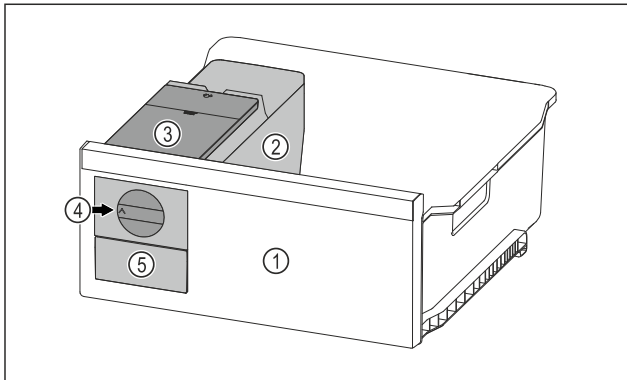

Fig. 125 Примерно изображение
- ▶ Завъртете въртящото се копче *Fig. 125 (4)* по часовниковата стрелка до упор.
- ▷ Ледените кубчета падат от формата за ледени кубчета в чекмеджето за ледени кубчета *Fig. 125 (5)*.